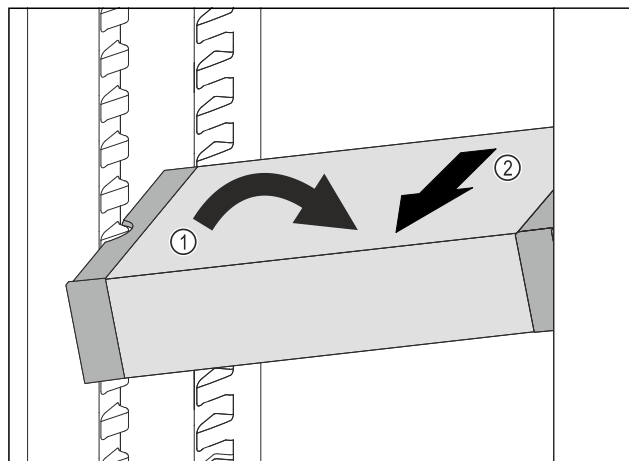

Fig. 139
- ▶ Plasser VarioSafe skrått i kjøleskapet. Fig. 139 (1)
- ▶ Ta ut VarioSafe ved å trekke den forover. Fig. 139 (2)